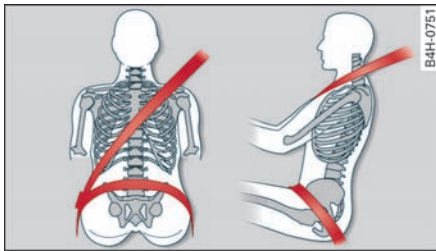

图 196 肩部与胯部安全带的系带方式
- 安全带在肩部应尽可能佩戴在锁骨中间并贴紧身体。拉住上部的锁舌将安全带缓慢匀速地拉出，围过胸部及髋部。髋部安全带部分应尽可能低，以免腹部受压。安全带应始终贴紧身体 ⇨ 图 196。必要时应将安全带再稍稍拉紧。